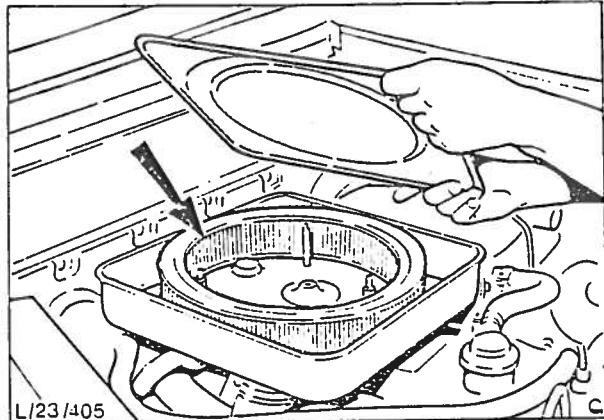

Fig. 27 Demontering av luftfilterelement.
3. Demonter tre muttere, løft av luftfilterlokket og ta ut elementet. (se fig. 27).